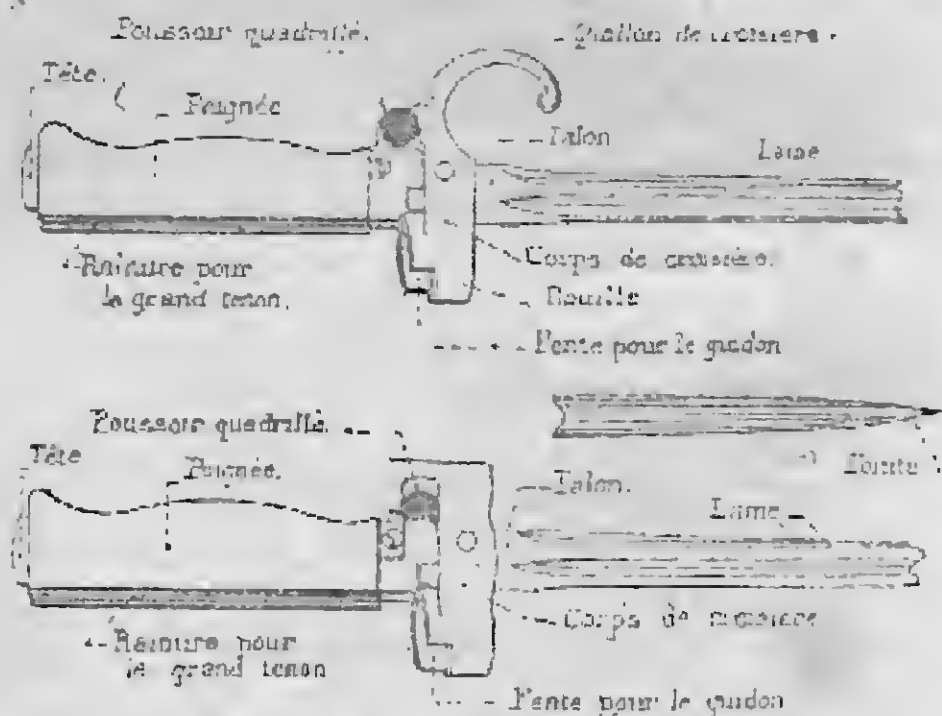

Fig. 21. -- Épée-baïonnette.
21. L'épée-baïonnette (fig. 21) se divise en trois parties principales :